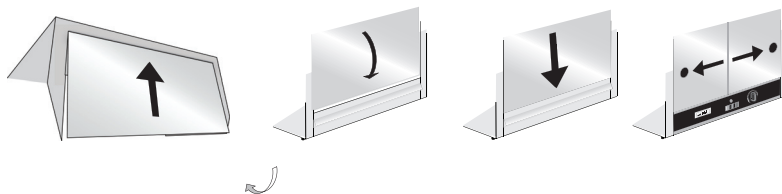

Fig. 1
2. Saque el expositor de cristal y elévelo en ángulo en la guía superior de la parte posterior de la unidad **[Fig. 1]**.